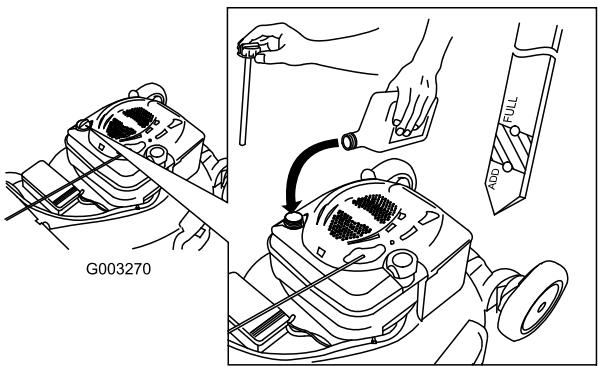

Figure 12
1. Retirez la jauge, essuyez-la sur un chiffon et remettez-la dans le goulot de remplissage (Figure 12).
2. Sortez de nouveau la jauge et contrôlez le niveau d'huile (Figure 12). Si le niveau n'atteint pas le repère minimum (Add) de la jauge, versez **lentement** suffisamment d'huile dans le goulot de remplissage pour faire monter le niveau au repère maximum (Full). **Ne remplissez pas excessivement.** (Remplissage max. : 0,59 l, type : huile détergente SAE 30 de classe de service API SF, SG, SH, SJ, SL ou supérieure.)